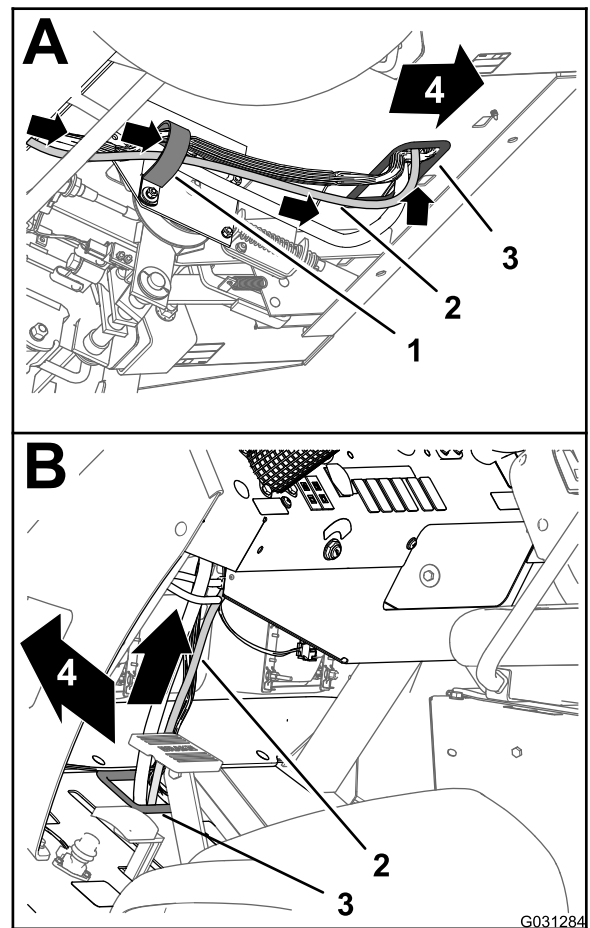

Figura 142
- Enrute la rama de 220 cm del arnés de datos hacia adelante y hacia arriba por el anillo de goma del orificio de la chapa de suelo (Figura 142).
- Enrute la rama de 220 cm del arnés de datos hacia arriba y a lo largo arnés de cables delantero de la máquina (Figura 142).